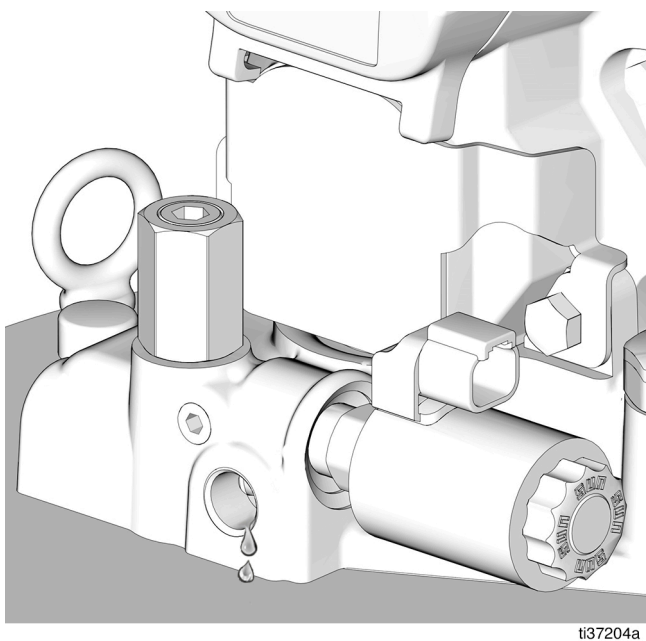

图 19
1. 料桶 (K) 完成注入后，从出口处拆下高压润滑剂供应管路 (D)。
2. 连接泵 (B) 的电源。
3. 启动并运行泵 (B)，直至排出所有空气，液流开始连续流动 (图 19)。